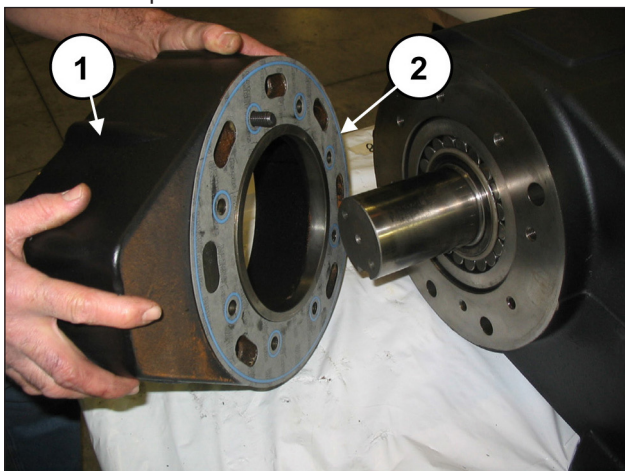
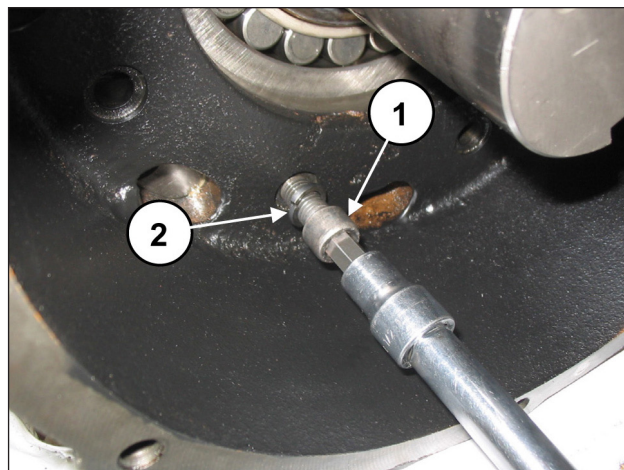
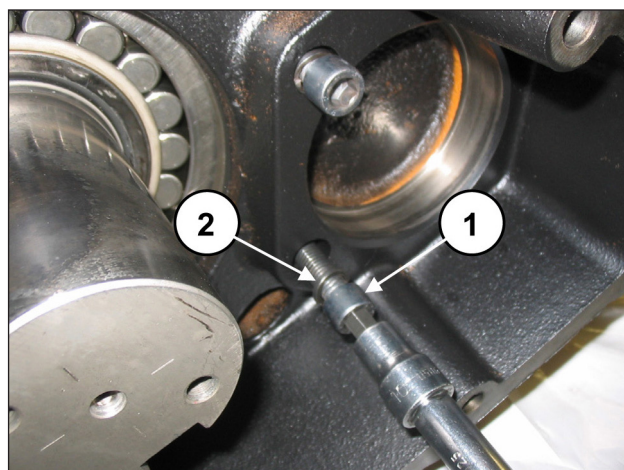

Fig. 45
Fig. 46
Fig. 47
Montare la scatola riduttore (pos. ①, Fig. 45) e la relativa guarnizione (pos. ②, Fig. 45) utilizzando le 6 viti M12x40 (pos. ①, Fig. 46), le 2 viti M12x50 (pos. ①, Fig. 47) e le rondelle Grower Ø12 (pos. ②, Fig. 46 e Fig. 47).